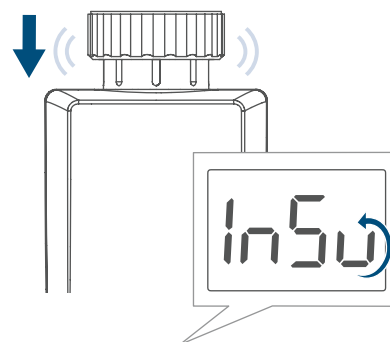

Figura 8
- Coloque el reverso del contacto con imán o la pieza distanciadora en el lugar de montaje que desee y enrosque los dos tornillos (2,2 x 13 mm) en sus orificios (véase la figura 8).